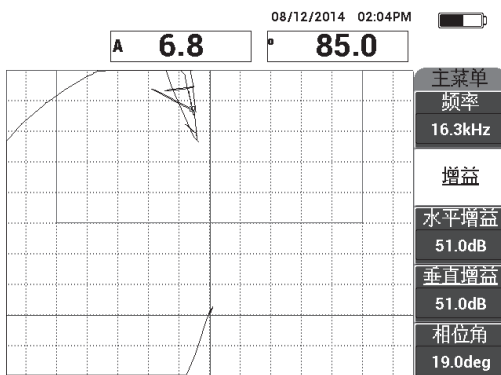

图 6-67 为空气信号点调整增益
3. 如果需要, 按**增益键 (dB)**, 并调整**增益**, 使空中信号点保持在屏幕上 (参见第 169 页的图 6-67)。